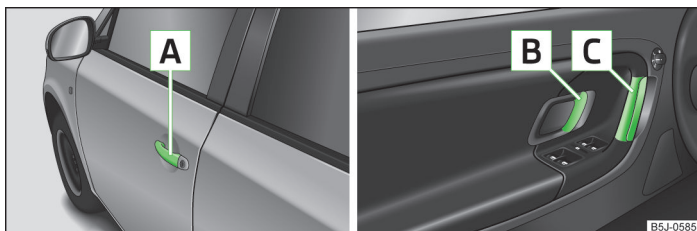

Fig. 11 Mănerul portierei/maneta de deschidere a portierei
- Deblocați autovehiculul și trageți de mânerul **A** » fig. 11 portierei respective.